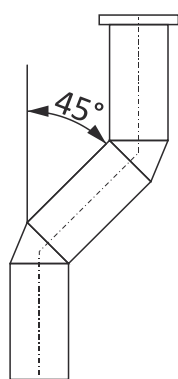

Figura 5
- La fuoriuscita del fumo ideale deve essere realizzata in verticale e non cambiare direzione in un angolo superiore a 45°, preferibilmente 30°, rispetto alla posizione verticale, vedi *figura 5*.